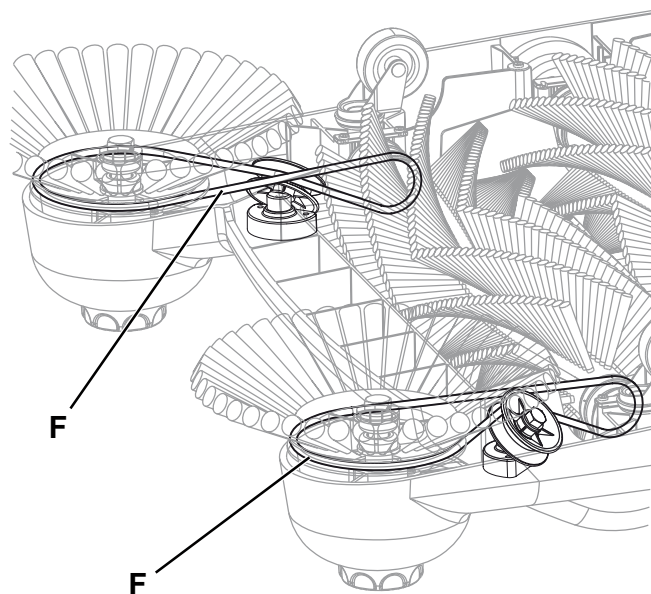

Figure 4
- Monter la courroie de transmission (F, Fig. 4) comme indiqué dans la figure.